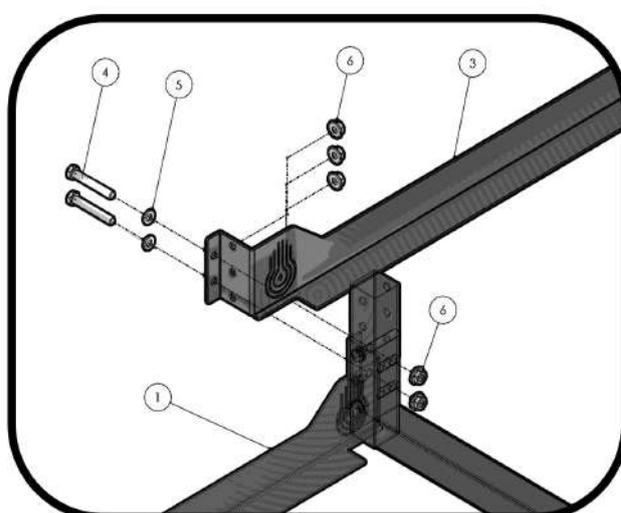

FIG. 29
- 7.3 Con due viti fissare l'estremità libera della sponda laterale (13) all'estremità libera della traversa saldata (12) precedentemente assemblata nel telaio start (STEP 6) (fig. 29)